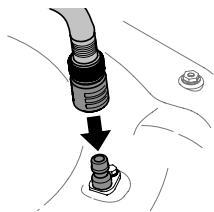

Figure 24
3. Branchez le tuyau d'arrosage et l'embout au gicleur sur le plateau de coupe. Voir Figure 24.